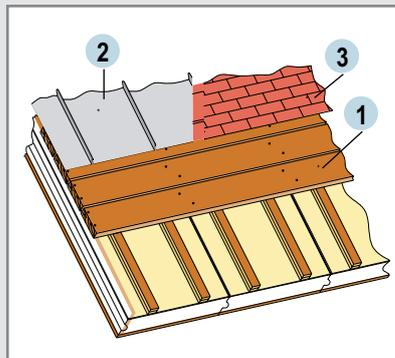

Fig. 6 : Couverture zinc, cuivre, bardeaux bitumés ou étancheité
- **Couvertures en longues feuilles de zinc ou cuivre, bardeaux bitumés et étancheité** (fig.6):